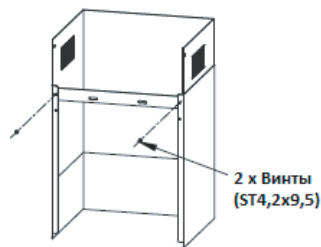

Рис. 7
5. Установите держатель воздуховода на воздуховоде при помощи винтов (ST4,2x9,5). (Рис.7)